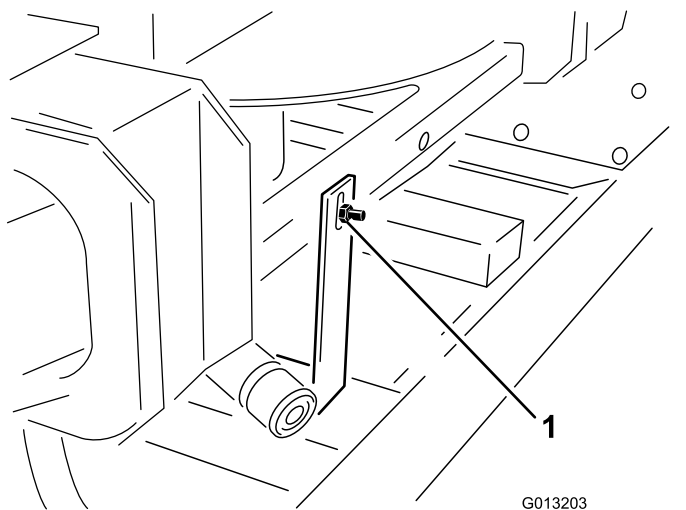

Рисунок 3
2. В задней части двухдискового разбрасывателя отверните болт и гайку, которые крепят транспортировочный кронштейн подъемного устройства машины (Рисунок 3).